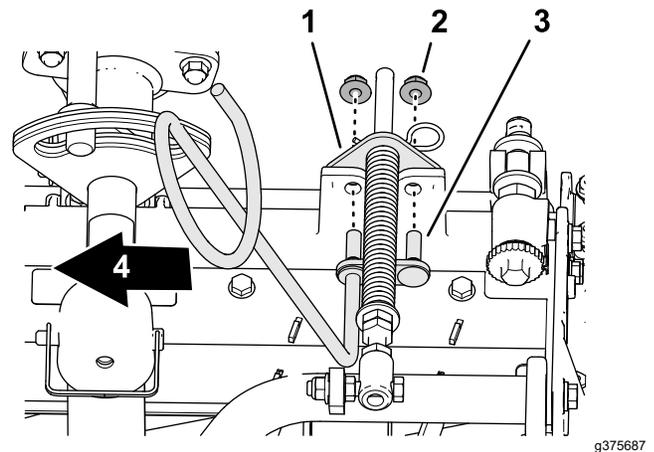

図 11
5. 左側ホースガイドのスタッドを、カッティングユニットのフレームの穴とターフ補正器の穴に合わせて取り付ける 図 11。